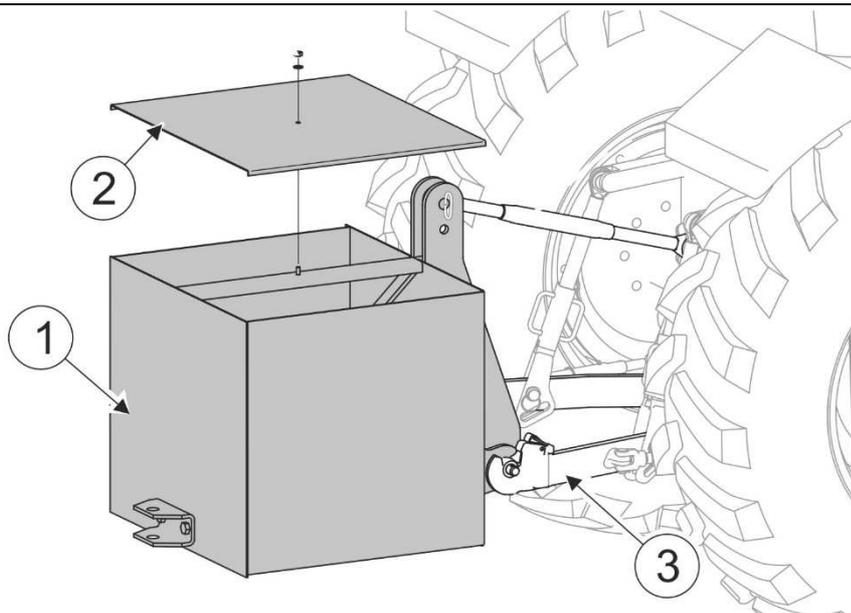

РИСУНОК 4.1 Противовес, закрепленный на задней трехточечной системе навески трактора.
- закрепить ящик противовеса на задней трехточечной системе навески трактора и наполнить балластом весом мин. 700 кг (РИСУНОК 4.1).